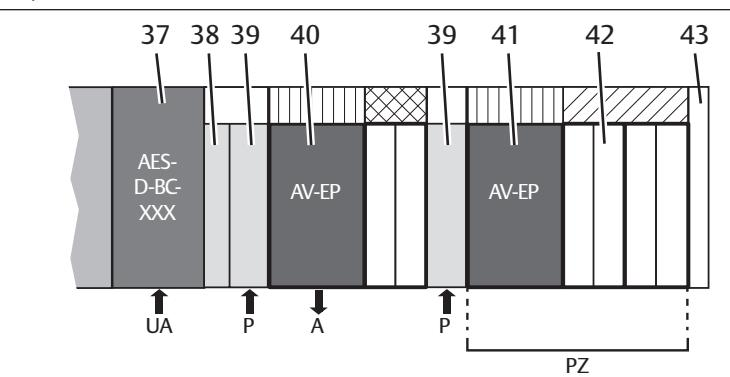

Fig. 12: Exemple de configuration
La fig. 12 montre un exemple de configuration de l'îlot de distribution AV avec coupleur de bus AES.
1. Grâce à une plaque d'alimentation pneumatique (39), s'assurer de la présence d'un orifice d'alimentation et/ou d'échappement supplémentaire.
► Placer le régulateur de pression AV-EP à proximité immédiate des distributeurs à alimenter (42). Le régulateur de pression AV-EP se situe du côté vers lequel le coupleur de bus AES (37) est tourné (voir fig. 12, zone de pression PZ).
Afin d'atteindre le débit maximal du régulateur de pression AV-EP, nous recommandons de placer une plaque d'alimentation pneumatique (39) en amont du régulateur de pression (voir exemple de configuration à la fig. 12).
- Positionner le régulateur de pression individuelle (40) entre le coupleur de bus AES (37) et le régulateur de zones de pression (41), voir exemple de configuration à la fig. 12.